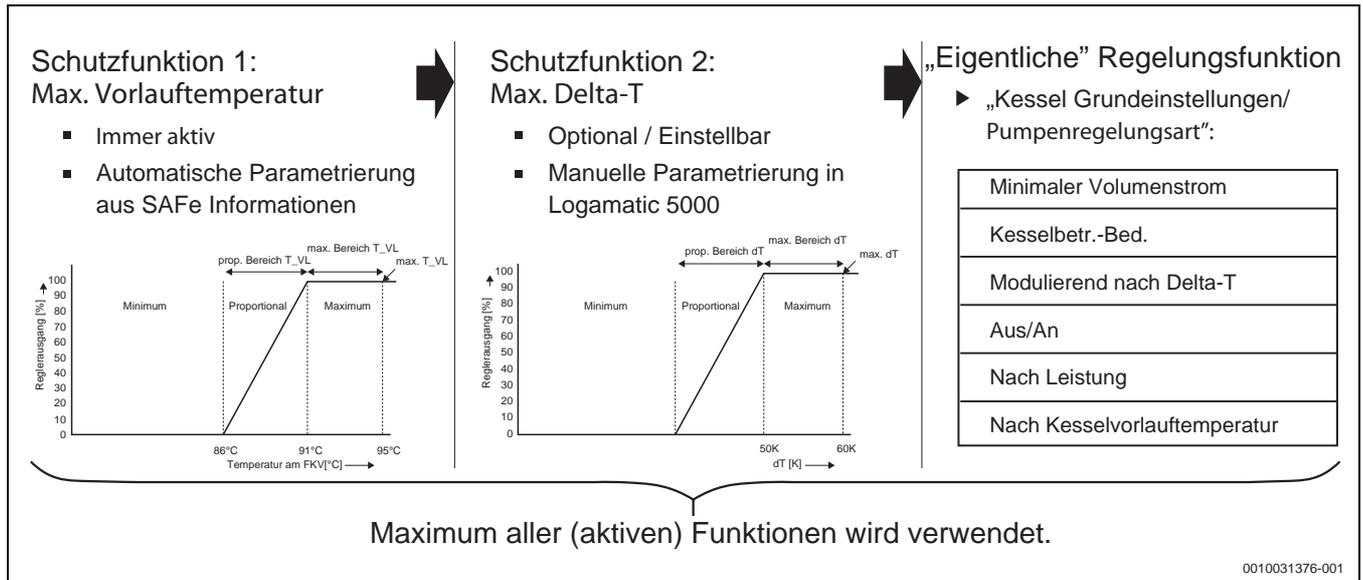

Bild 22 Pumpenregelungsart
- **Minimaler Volumenstrom:** Betrieb der Kesselkreispumpe mit maximaler Spreizung (einstellbar) zur Optimierung des Kesselwirkungsgrads. Solange Schutzfunktionen des Kessels nicht angefahren werden ( $\rightarrow$  Bild 22) wird die Pumpe auf der minimalen Modulation betrieben, somit wird die eingestellte Spreizung (Kesselvorlauf – Kesselrücklauf) ausgeregelt. Voraussetzung zur Nutzung dieser Funktion ist ein Kessel mit integriertem Rücklauf-temperaturfühler, z. B. KB372, GB402. Diese Einstellung wird empfohlen für Wärmetauscher.